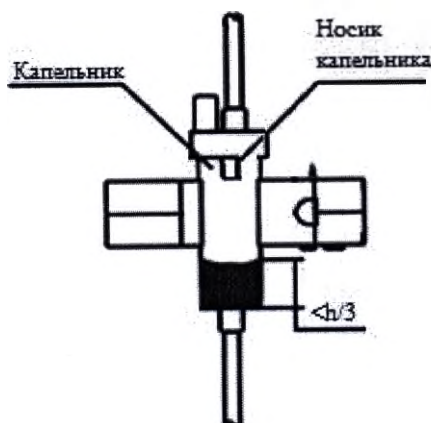

Рисунок 9.12.2– Расположение устройства датчика капель
- Установите корпус капельника инфузионной системы в корпус датчика капель таким образом, чтобы его носик был на одном уровне по отношению к верхней поверхности корпуса датчика капель, согласно рис.9.12.2.